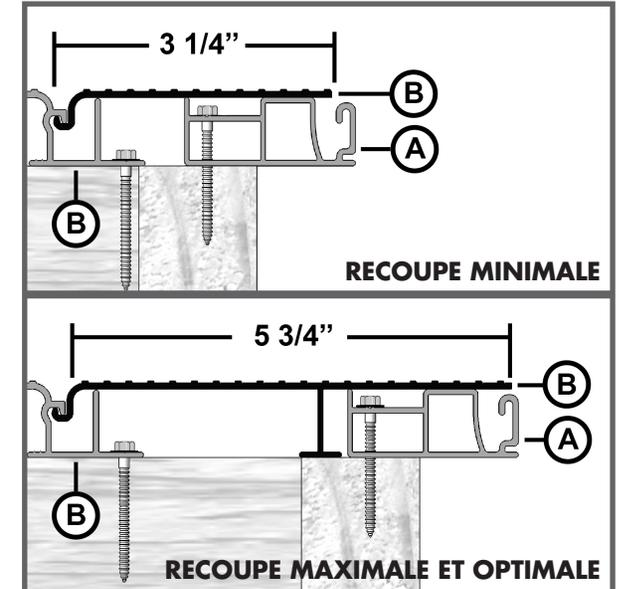

FIGURE 6
- Se référer au tableau ci-joint, pour la quantité et mesure de recoupe des planches "B" selon la dimension hors tout de votre structure de balcon. (figure 6)